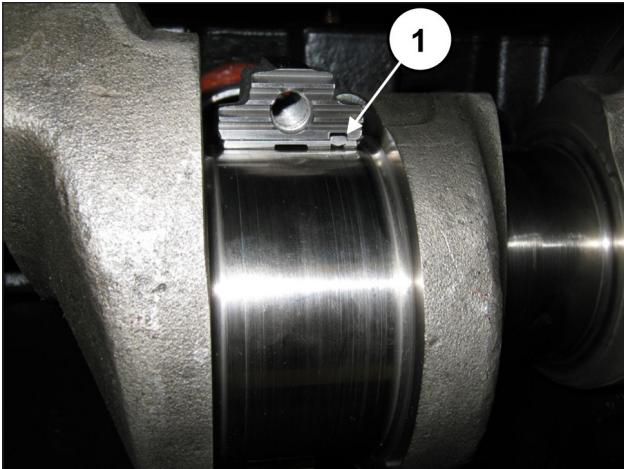

Abb. 66
Stellen Sie für einen vorschriftsmäßigen Einbau der Lagerschalen sicher, dass die Bezugsmarkierung der Lagerschalen in der entsprechenden Aufnahme an der Pleuelhälfte zu liegen kommt (Pos. ①, Abb. 66).